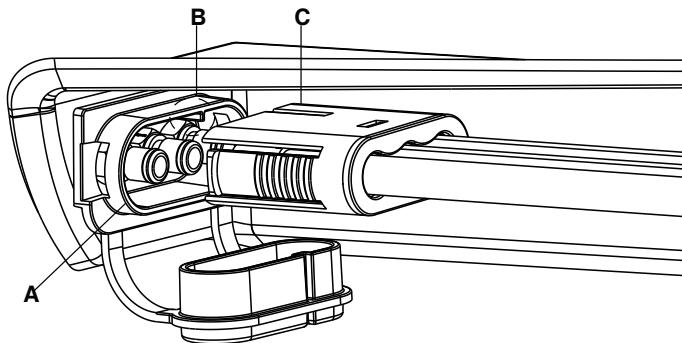

Figure 4 – Raccord de tuyau
2. Ouvrir le port de tuyau (A) sur la surface de support (Figure 4).